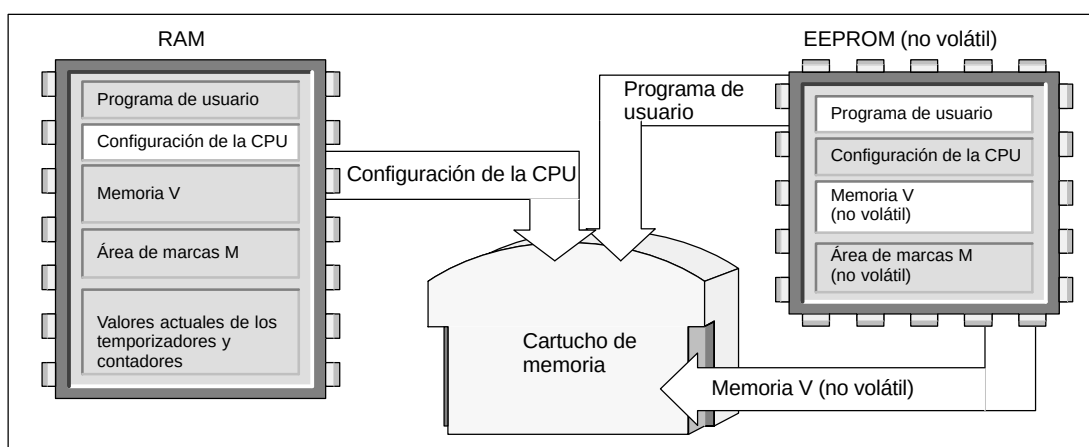

Figura 5-20 Copiar la memoria de la CPU en el cartucho de memoria
3. Elija el comando de menú **CPU > Cartucho de memoria** para copiar el programa en el cartucho de memoria. La figura 5-20 muestra los componentes de la memoria de la CPU que se almacenan en dicho cartucho.